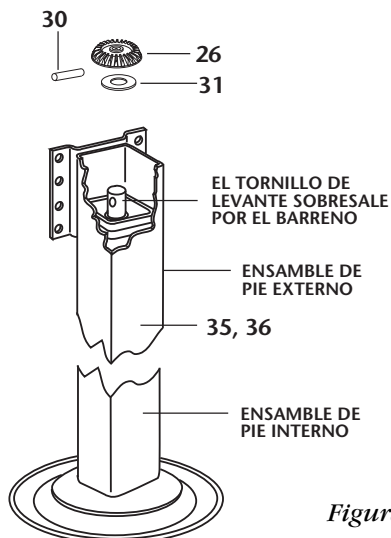

Figura 9
4. Instale el ensamble del pie externo (*Ítem 35 or 36*) sobre el ensamble de pie interno (*Ítem 27, 28, ó 29*) y presione hacia abajo hasta que el externo del tornillo de levante sobresalga del barreno de la parte superior del ensamble del pie externo como se muestra en al *Figura 9*.
6. Deslice el engrane biselado (*Ítem 26*) sobre el tornillo de levante e instálelo en el perno como se muestra en la *Figura 9*. Cuando esté debidamente acoplado, la parte superior del engrane biselado quedará aproximadamente nivelado con la parte superior del tornillo de levante.